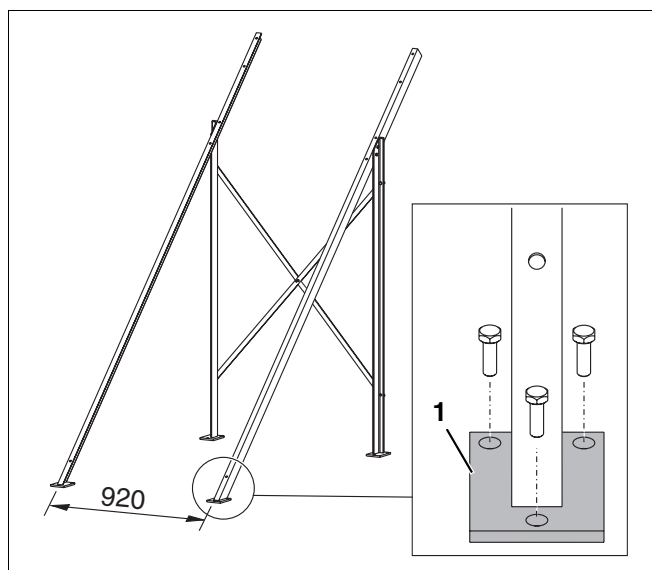

Fig. 8 Fijación de las placas de base
- ▶ Fije las placas de base (fig. 8, **pos. 1**) en el suelo con al menos dos tornillos (diámetro menor mín. 10 mm) por placa manteniendo una distancia de 920 mm (centro/centro) entre ellas.